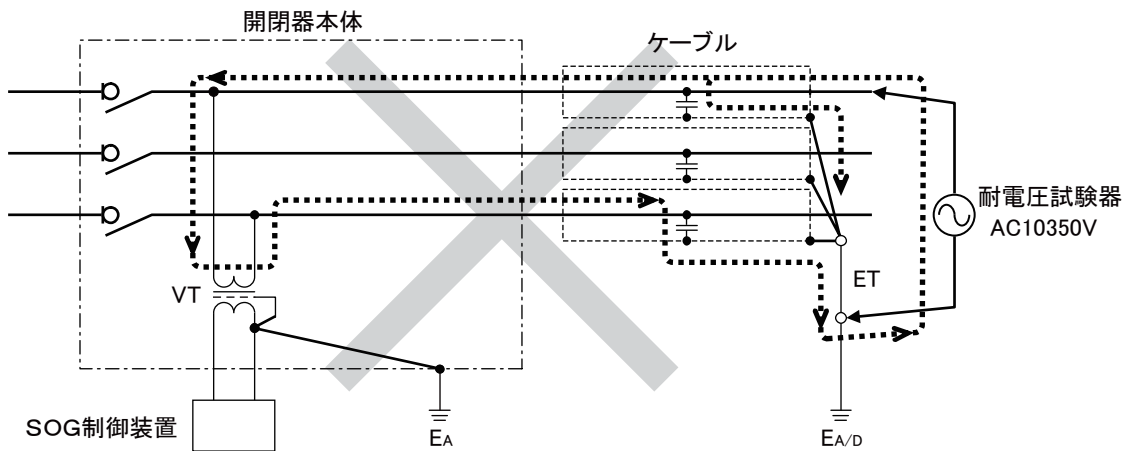

図10 一相のみに試験電圧を印加した場合の電流経路
- (注) 1. 一相毎の商用周波耐電圧試験はVTが焼損しますので絶対に行わないでください。(図10)